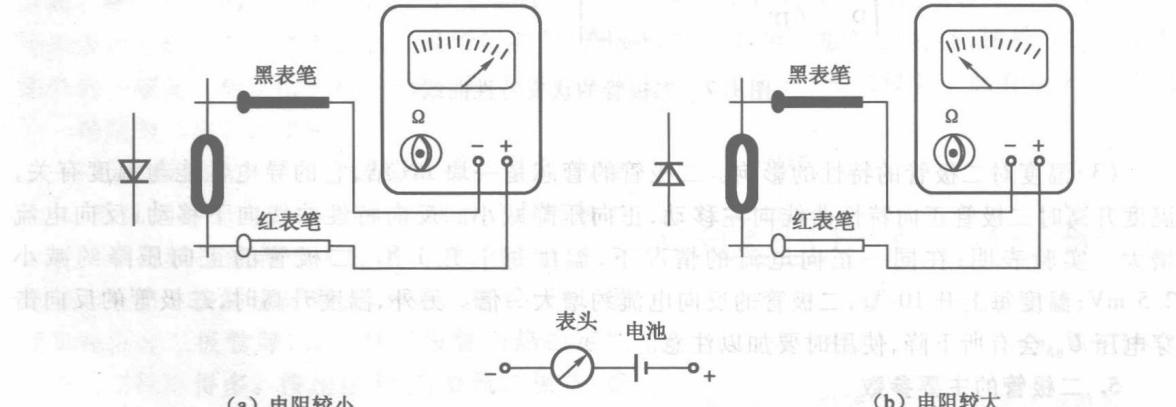

图 1.8 万用表简易测试二极管示意图
(1) 二极管的选用原则。首先保证选用的二极管的参数能满足实际电路的要求,然后考虑经济实用。一般情况下整流电路首选热稳定性好的硅管,高频检波电路才选锗管。
(2) 用万用表检测二极管的质量和极性。在实际电路中,由于二极管的损坏而造成的故障是很常见的。因此,会用万用表判别二极管的好坏和极性是二极管应用中的一项基本技能。
① 用万用表检测二极管的好坏。对于小功率二极管,测量时,将万用表的电阻挡置于 $R \times 100$ 或 $R \times 1k$ 挡(一般不用 $R \times 1$ 或 $R \times 10k$ 挡,因为 $R \times 1$ 挡电流太大,用 $R \times 10k$ 挡电压太高,都易损坏二极管)。黑表笔(表内电池的正极)接二极管的正极,红表笔(表内电池的负极)接二极管的负极,测量二极管的正向电阻。若是硅管,指针指在表盘中间或偏右一些;若是锗管,则指针指在表盘右端靠近满刻度处,这样表明被测二极管的正向特性是好的。对换两只表笔,测量二极管的反向电阻。若是硅管,则指针基本不动,指在 ∞ 处;若是锗管,则指针的偏转角小于满刻度的 $1/4$,这表明被测二极管的反向特性也是好的,即被测的二极管具有良好的单向导电特性。如果测得二极管的正、反向电阻均为 ∞ 或均为零,则说明被测二极管已失去了单向导电特性,不能使用。
② 用万用表判断二极管的极性。用万用表的电阻挡判断二极管的极性时,若测得的电阻较小(指针的偏转角大于 $1/2$)时,说明红表笔接的是二极管的负极,黑表笔接的是二极管的正极;若测得的电阻较大(指针的偏转角小于 $1/4$)时,则红表笔接的是二极管的正极,黑表笔接的是二极管的负极,如图 1.8 所示。